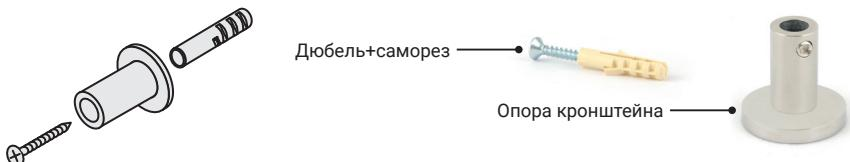

**Рис.2**
4.1.2. Установить на полотенцесушитель шпильки кронштейнов (**рис. 2**). Для плотной протяжки шпилек можно использовать ключ ШГ №2,5 который нужно вставить в технологическое отверстие в шпильке и подтянуть по часовой стрелке до упора.